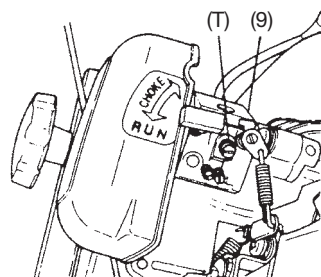

Fig. 6
5. Justering av forgasseren (Fig. 6)